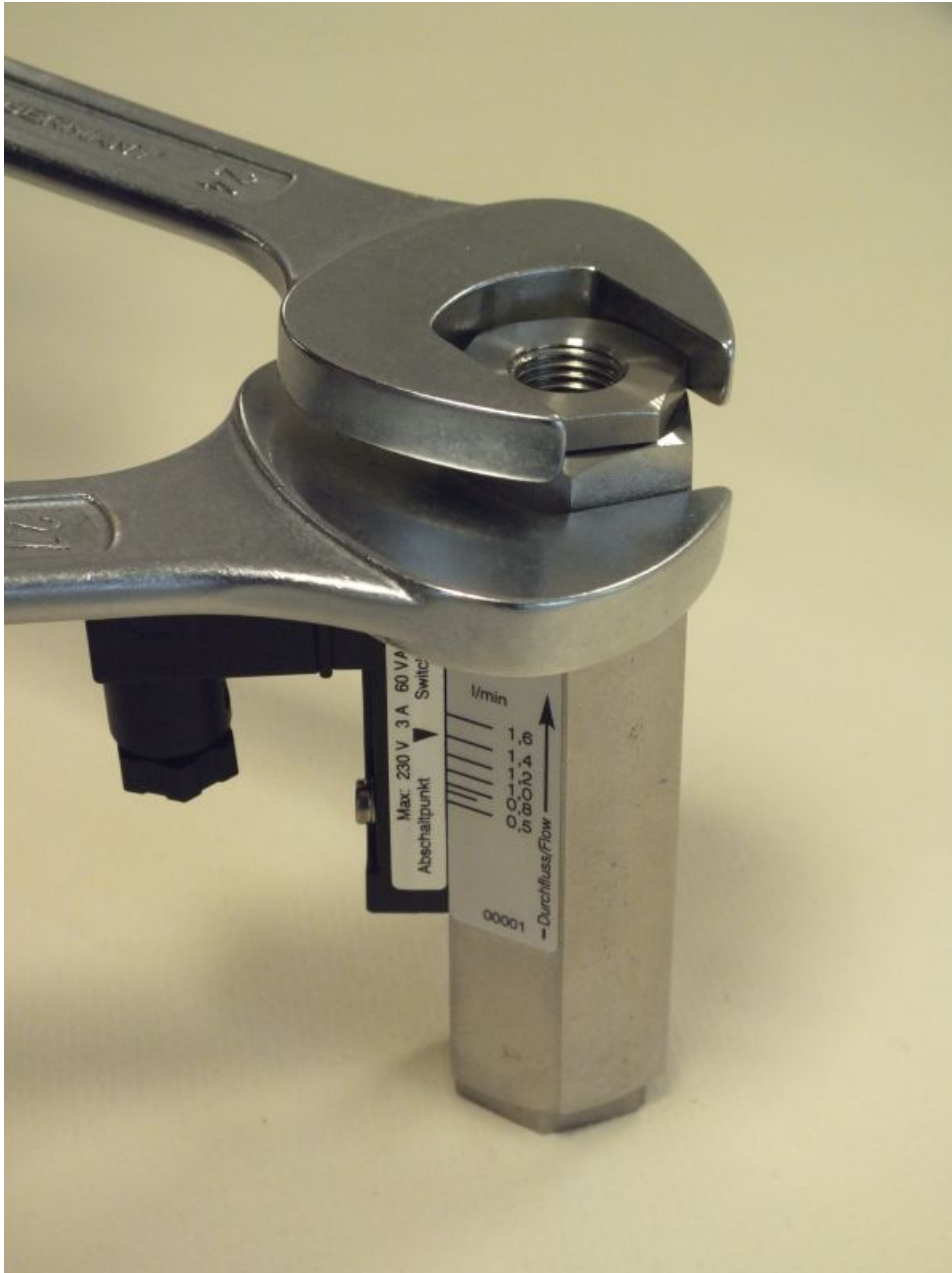

Abb. 53: Verschraubung (Ausgang) festziehen
- 11.** Verschraubung (Ausgang) mit passendem Maulschlüssel einschrauben und festziehen. Den Gerätekörper hierbei mit passendem Maulschlüssel gegenhalten (Abb. 53), dabei Anziehdrehmoment beachten (→ Kapitel 11.1 „Anziehdrehmomente“ auf Seite 86)